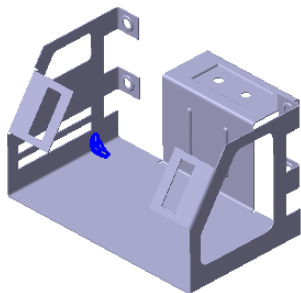
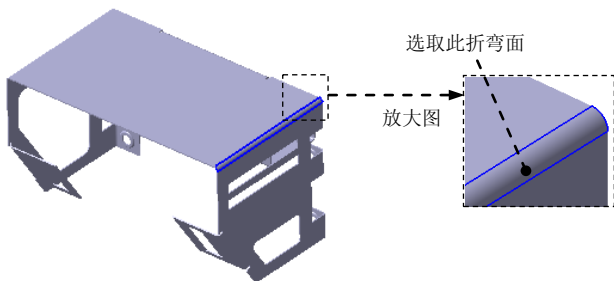

图 8.9.62 加固板特征 1
图 8.9.63 定义放置折弯
(3) 定义倒角属性。在“倒角”命令条中单击 按钮，在“折线”文本框中输入值 5，单击鼠标右键（两次）。
(4) 单击 按钮，完成特征的创建。
Step30. 创建图 8.9.62 所示的加固板特征 1。
(1) 选择命令。在“主页”功能选项卡中“钣金”工具栏中单击 按钮，选择 加固板命令。
(2) 定义加固板轮廓形状。在“加固板”命令条中单击 按钮，在“加固板选项”对话框 区域选中 自动轮廓(A) 单选项；在“深度(D)”文本框中输入值 10；在 区域选中 倒圆(N) 单选项。
(3) 定义加固板参数及倒圆。在“加固板选项”对话框中的 文本框中输入值 0，在 文本框中输入值 5；在 区域选中 包括倒圆(C) 复选框，在 和 文本框中均输入值 1，单击 按钮。
(4) 定义放置折弯。在系统 的提示下，选取图 8.9.63 所示的模型表面为放置面。
(5) 定义加固板放置类型。在“加固板”命令条中单击“加固板放置步骤”按钮；在“阵列类型”下拉列表中选择 单一 选项，在“距离”文本框中输入值 25，并按 Enter 键。
(6) 单击命令条中的 按钮，完成特征的创建。